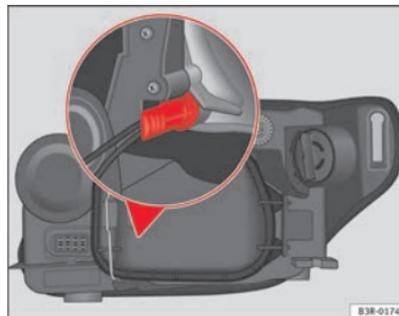

Abb. 215 Standlicht. Halter des Lampenträgers in senkrechter Stellung ▶
- Die Glühlampe am Sockel so einsetzen, dass der Halter des Lampenträgers zur Wand in senkrechter Stellung bleibt \Rightarrow Seite 282, Abb. 215, und Druck auf den Sockel ausüben.